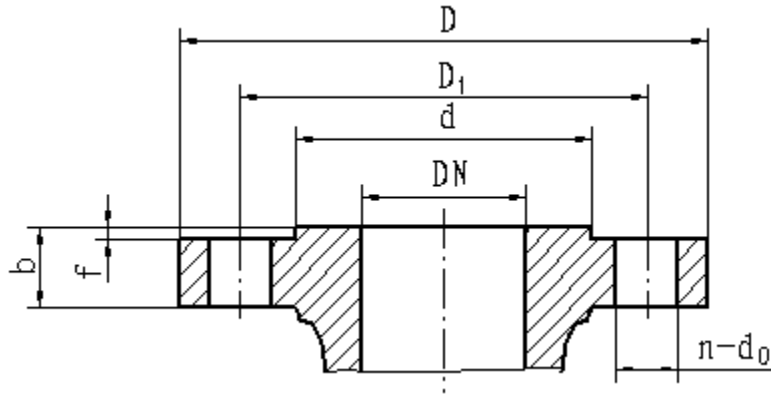
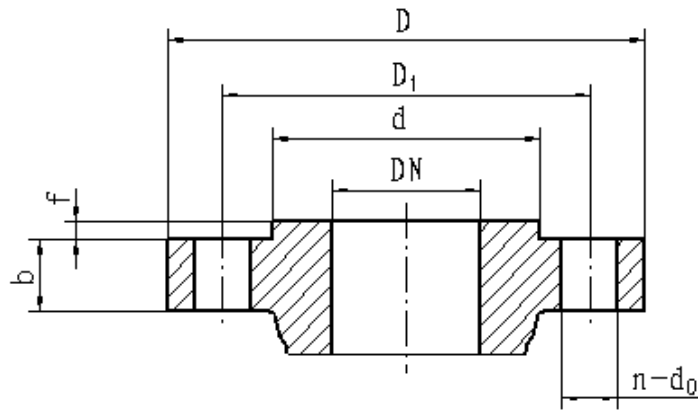

图 4 ANSI 150 磅级和 ANSI 300 磅级法兰
图 5 ANSI 600 磅级
3. 法兰连接尺寸：见图 4、表 9-1、表 9-2、图 5、表 10